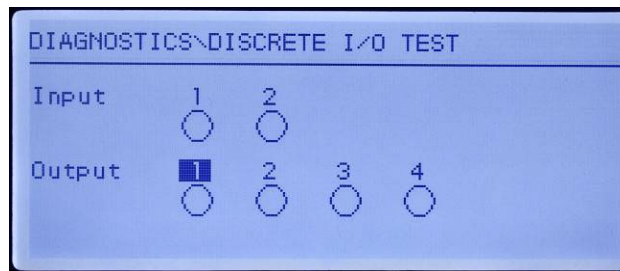

Figura 5-12: Pantalla de prueba de E/S discretas
2. Presione ENTER para ir a la pantalla de diagnóstico. Cuando vea la pantalla de prueba, el estado de entrada aparecerá en la parte superior de la presentación visual y el estado de salida aparecerá en la parte inferior (Figura 5-12). El enfoque se muestra primero en la salida 1.